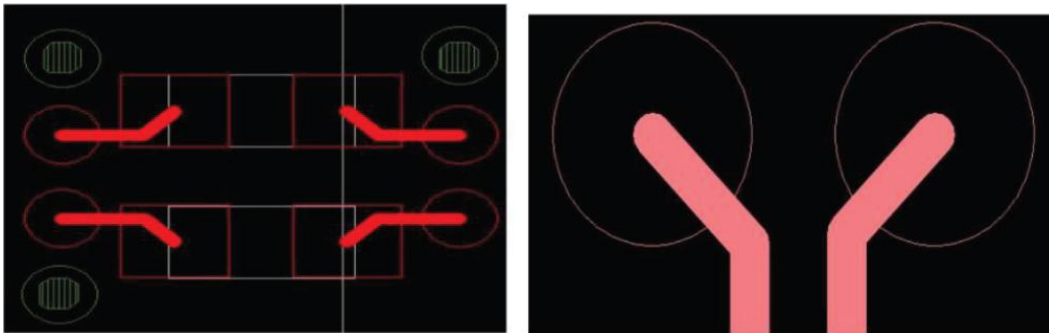

图2.27
7. 差分信号左拐弯右拐弯要一致，进出 pad,via 要对称，如下图 2.27。